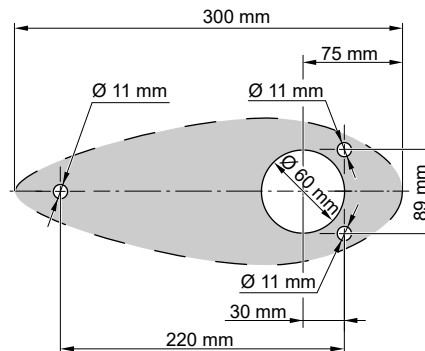

Fig. 7: Dimensioni
1. Realizzare quattro fori per il montaggio del pod nello scafo della barca, **vedi "Fig. 7: Dimensioni"**. Se necessario, utilizzare il blocco di compensazione montato come dritta di foratura.
2. Inserire il blocco di compensazione (4) sulla flangia di montaggio (5).